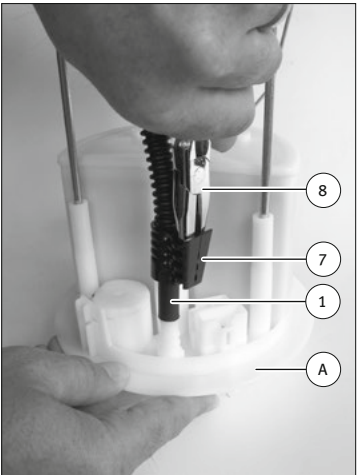

Abb. 6/Fig. 6/Puc. 6/图6
- 借助装配辅助工具 (7) 和合适的半圆头钳 (8) (如有需要) 将燃油软管 (1) 推到法兰盖内的软管接头上, 直至限位位置 (图 6)。